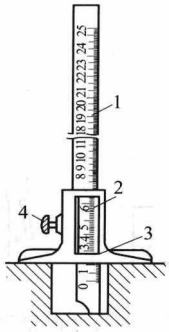

图 1-22 游标深度卡尺的使用
⑥ 读数时，游标卡尺置于水平位置，使人的视线尽可能与游标卡尺的刻线表面垂直，以免视线歪斜造成读数误差。
2) 游标深度卡尺的使用 使用时，将底座贴住工件表面，再将主尺推下，使测尺碰到被测深度的底，旋紧固定螺钉，根据主尺、副尺的指示，就可读出尺寸，读数方法与游标卡尺相同，如图 1-22 所示。